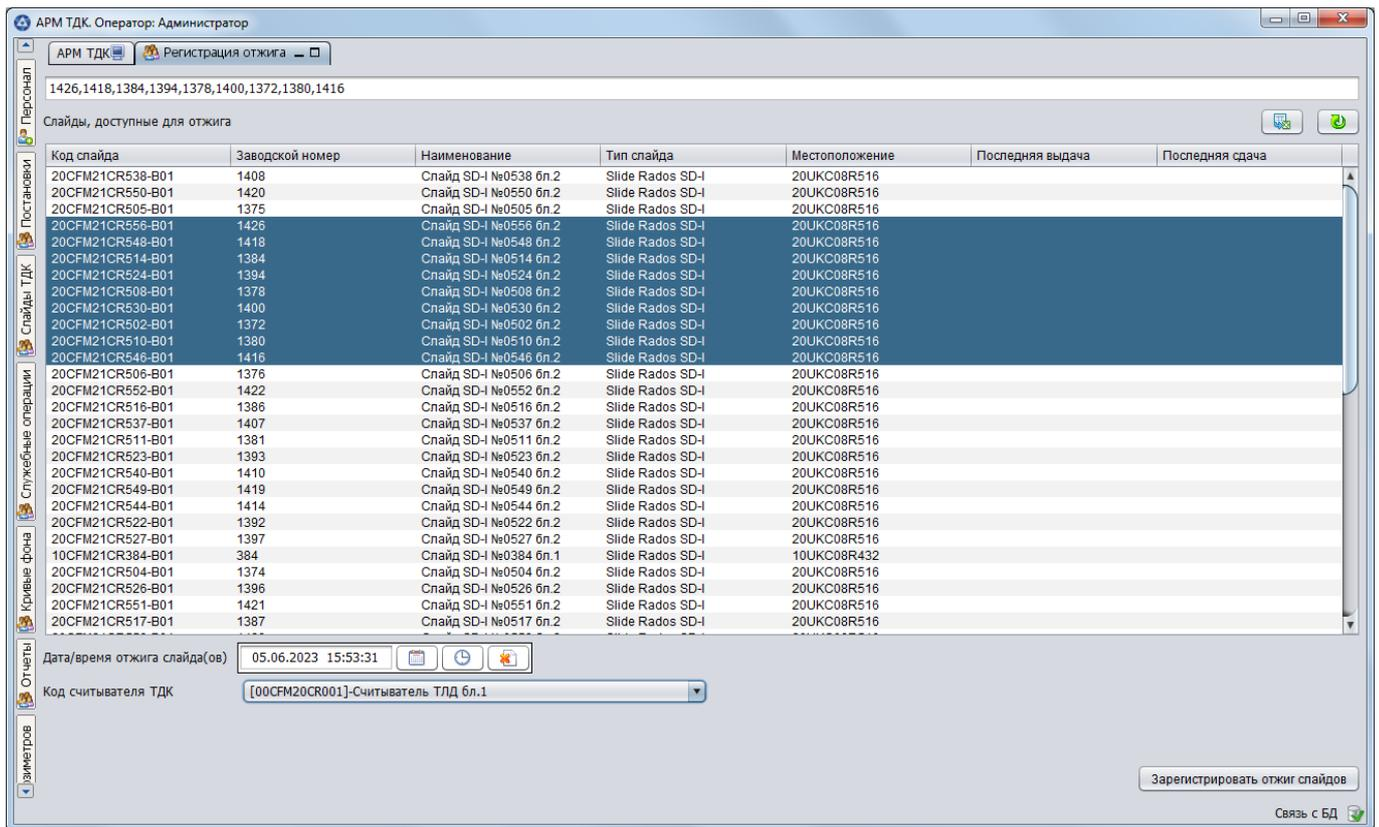

Рисунок 13
3.4.11.1. Панель «Регистрация отжига» предназначена для регистрации факта отжига (обнуления накопленных значений) слайдов ТДК. Состав панели «Регистрация отжига слайдов» приведен на рис. 13.